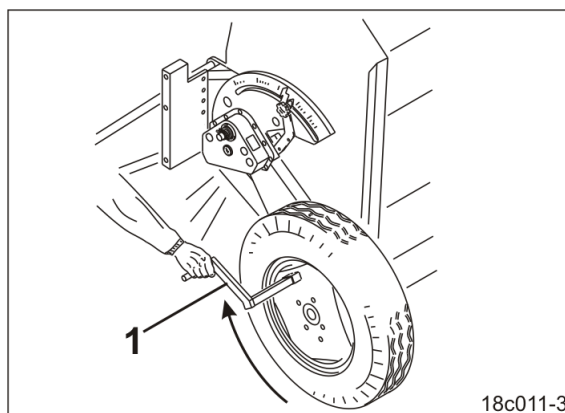

Рис. 158
- 9.3 Вставте рукоятку для встановлення норми висіву (Рис. 158/1) в квадратну трубу на правому колесі.